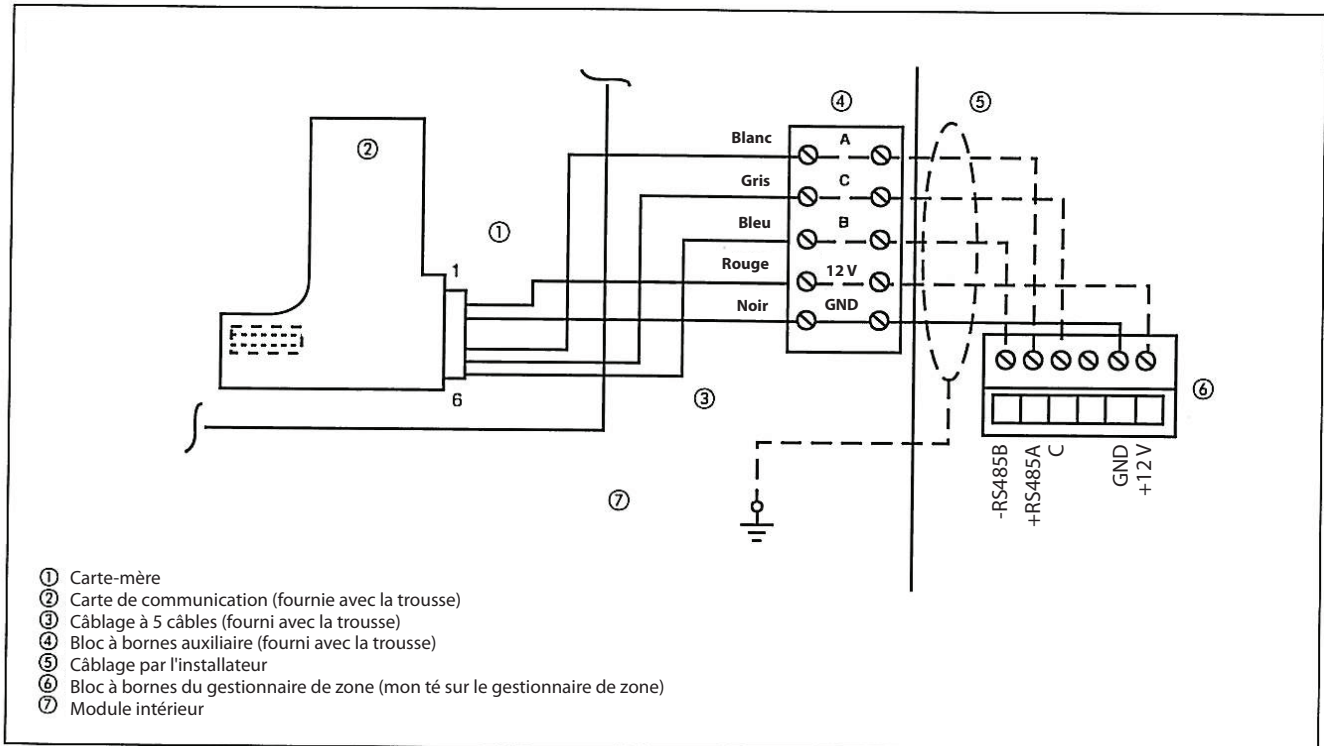

Fig. 33 - Câblage du gestionnaire de zone
1. Branchez la carte de communication au connecteur J8 comme illustré à la fig. 33
4. Raccordez l'autre extrémité du faisceau de câblage au câblage fourni sur place, qui sera raccordé au gestionnaire de zone, comme illustré à la fig. 33. (Des câbles blindés sont nécessaires. Reportez-vous aux instructions d'installation du gestionnaire de zone pour obtenir de plus amples renseignements.)